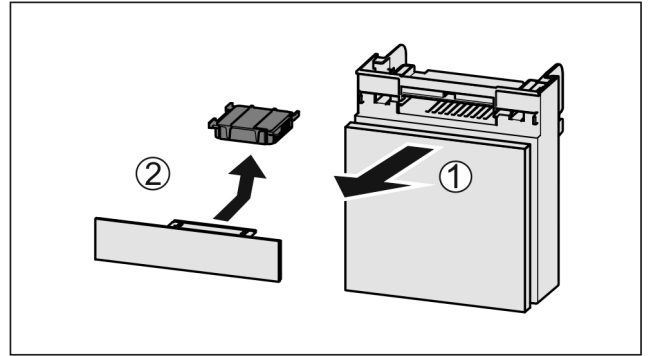

Fig. 86
- ▶ Lade vanaf de voorkant eruit trekken Fig. 86 (1).
- ▶ Actiefkoolfilter verwijderen Fig. 86 (2).